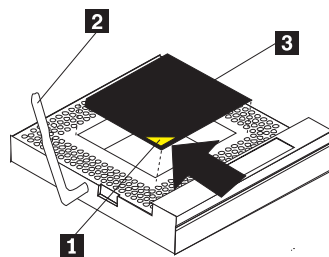

Figura 70. Alinhando o Microprocessador
- c. Centralize o microprocessador sobre o conector do microprocessador alinhando a seta dourada de alinhamento no canto do microprocessador com a seta recortada no conector. Consulte a Figura 70.